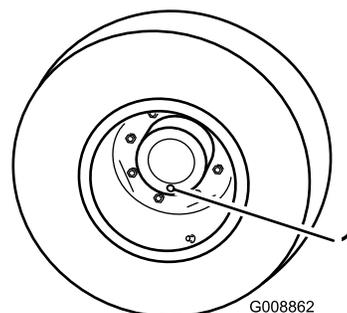

Figura 72
- Coloque a máquina numa superfície nivelada, posicione uma roda de forma a que um dos tampões de verificação se encontre na sua posição mais baixa (6 horas) (Figura 72).